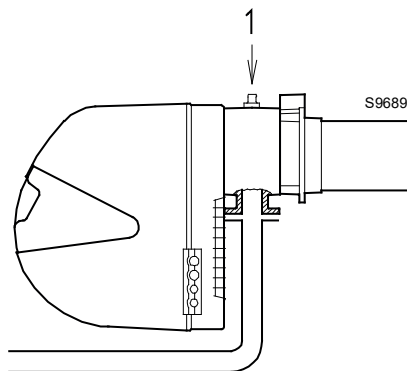

Fig. 17
Pressione del gas misurata alla presa 1)(Fig. 17), con:
Perdita di carico farfalla gas 2)(Fig. 17) con apertura massima: 90°.
Perdita di carico rampa 3)(Fig. 17) comprendente: valvola di regolazione VR, valvola di sicurezza VS (entrambe con apertura massima), regolatore di pressione R, filtro F.
- sottrarre dalla pressione del gas alla presa 1)(Fig. 17) la pressione in camera di combustione.
Per conoscere invece la pressione del gas necessaria alla presa 1)(Fig. 17), fissata la potenza massima di modulazione alla quale si desidera funzioni il bruciatore:
- Leggere sulla destra, colonna 1, la pressione alla presa 1)(Fig. 17).
pressione necessaria alla presa 1)(Fig. 17).